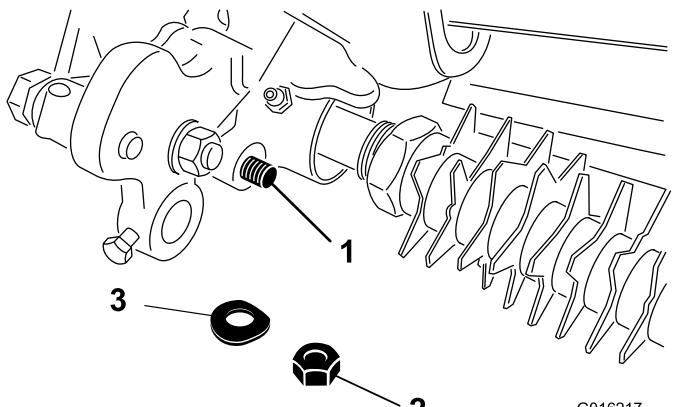

Figura 13
29. Prenda a extremidade da haste do conjunto do braço de ajuste no conjunto da transmissão da vassoura com uma anilha Belleville e porca de bloqueio (Figura 13).
34. Prenda a extremidade da haste do conjunto do braço de ajuste no conjunto da transmissão do rastelo com uma anilha Belleville e porca de bloqueio (Figura 13).